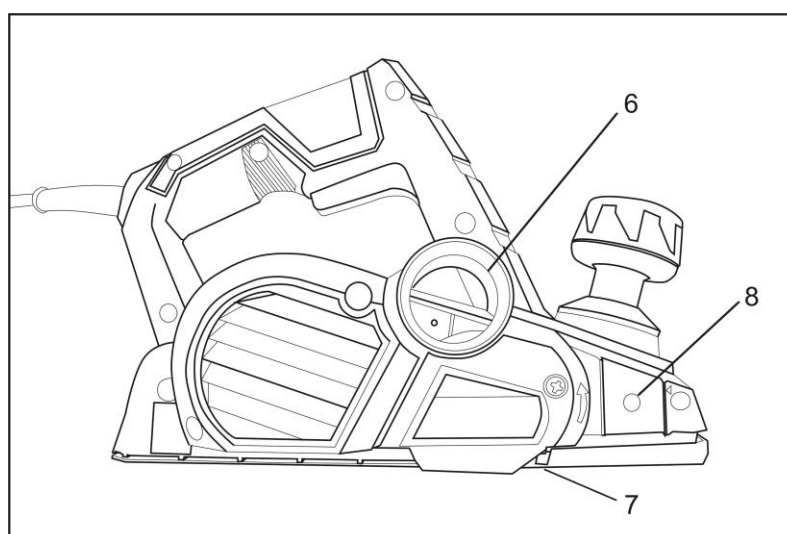

Рис.2. Общий вид устройства. Боковая сторона
- С противоположной стороны (рис.2, позиция 8) зафиксируйте винтом фиксации ограничитель глубины на нужной отметке от 0 мм до 20 мм